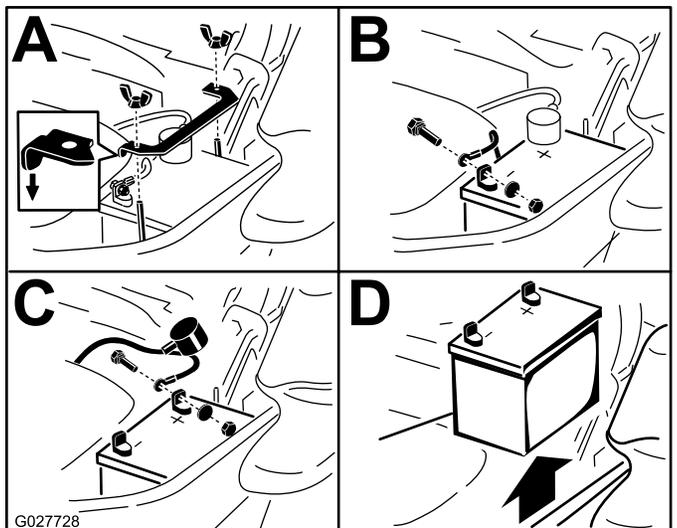

Figura 71
3. Retire la batería, según se muestra en Figura 71.